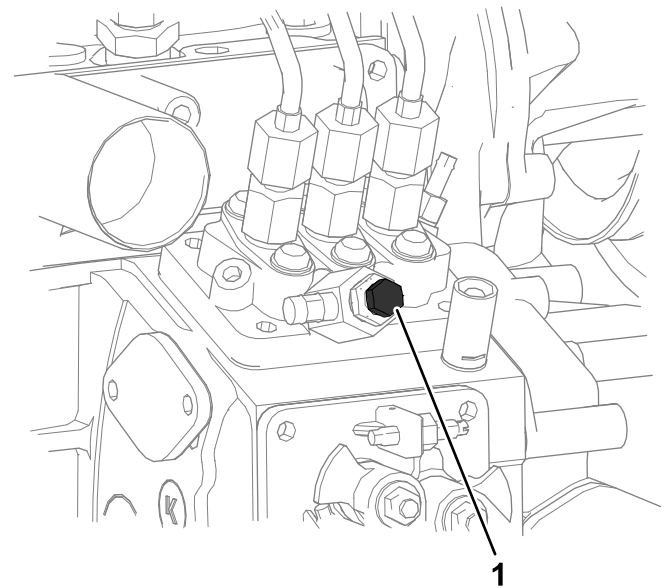

Figura 80
4. Abra el tornillo de purga de aire de la bomba de inyección de combustible (Figura 80).